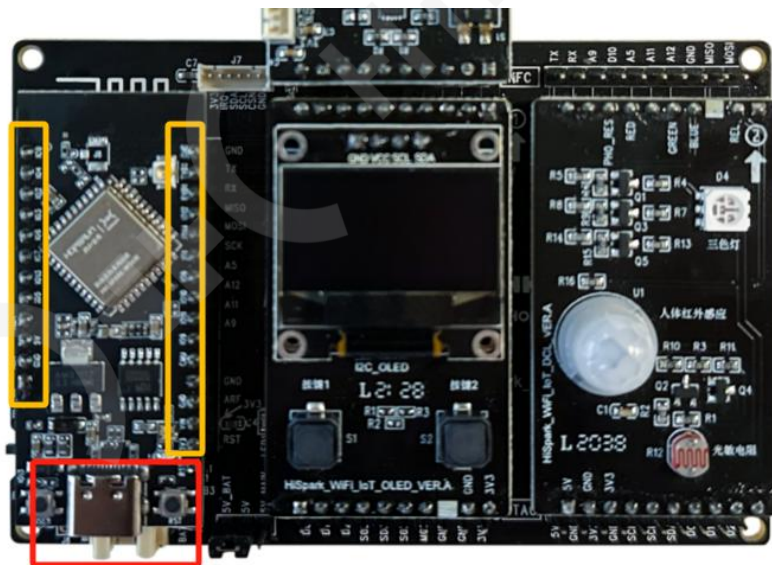

图 4-2 安装示意图
- NearLink_DK_WS63E星闪开发板背面两排插针数量不一致（图 4-2 中黄圈位置），请安装时注意与底板的插座数量对应，避免插反，安装后如图 4-2 所示，主板Type-C 口与底板的电池接口在同一侧。
以下是其余各插槽的介绍，组装完毕如1章节的图4-2所示